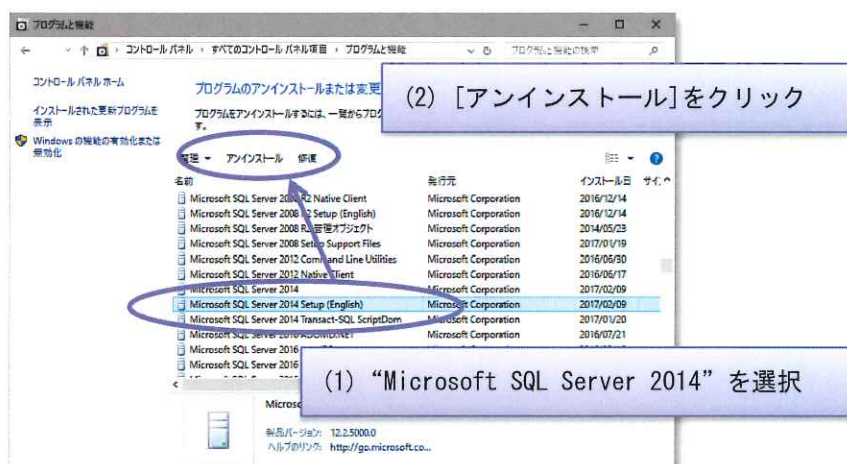

図 2.10 データベースソフトのアンインストール
- (2) リストの中から “Microsoft SQL Server 2014” を選択して [アンインストール] をクリックします。(図 2.10)